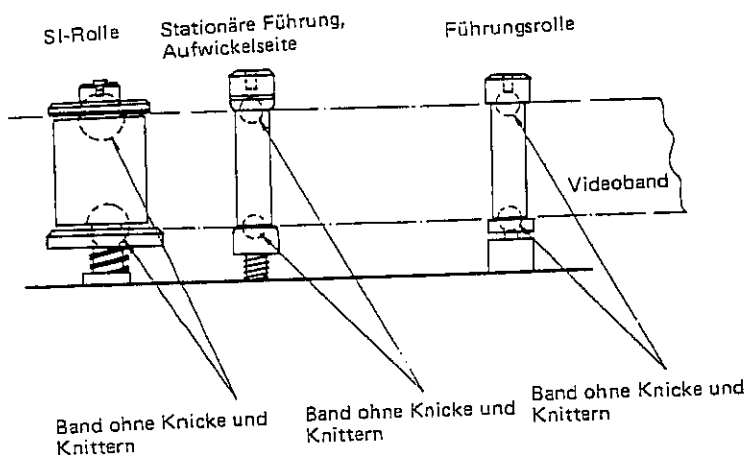

Abbildung 21.
1. Wie aus Abb. 21 ersichtlich, überprüft man bei laufendem Band, ob die Kanten des Videobands nicht geknickt bzw. geknittert werden.
2. Nachdem die Einstellung abgeschlossen ist, auf jeden Fall den Bandlauf einstellen, desgleichen sollte man vor Durchführung der Überprüfungen gemäß Abb. 21 die T- und S-Führungsrollen einstellen.